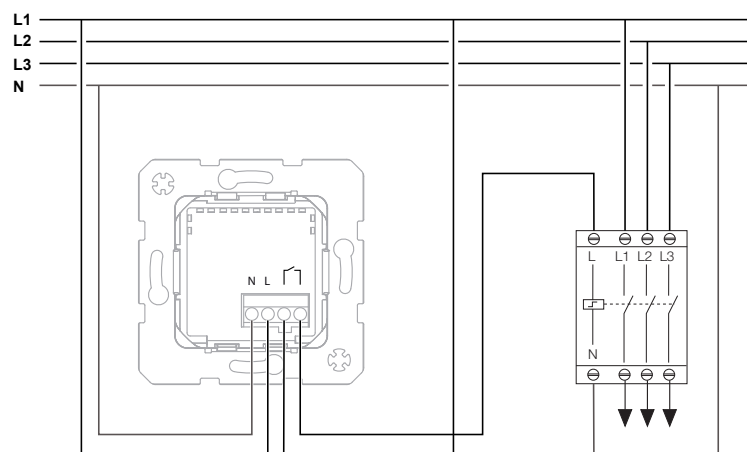

Figure 4
- i** Respecter la puissance de raccordement autorisée. Si nécessaire, utiliser un contacteur de charge (figure 4).
- Insérer le mécanisme (1) dans la boîte d'encastrement, les bornes de raccordement doivent se trouver en bas.
- Poser le cadre (2) et le visser avec la pièce de fixation (3).
- Insérer le logement de l'Hotelcard (4) et le visser.
- Encliqueter l'enjoliveur (5) sur le logement de l'Hotelcard.